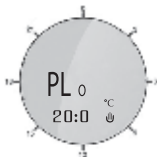

Рисунок 9. Индикация настройки энергосберегающей температуры
Далее для перехода в настройку энергосберегающей (минимальной) температуры необходимо еще раз нажать клавишу меню  (1) — на дисплее появится индикация, соответствующая рис. 9. Для изменения текущего значения используйте клавиши  (10) и  (11).